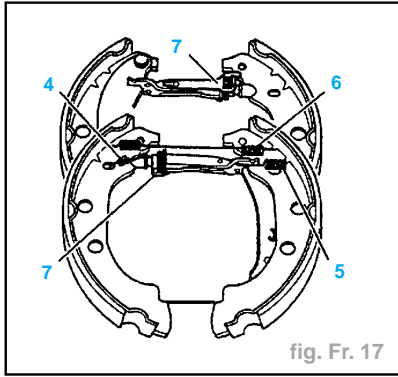

fig. Fr. 17
- le système de rattrapage automatique maintenu par ses deux ressorts (4) et (5) (fig. Fr. 17).
- le ressort supérieur (6).
**Attention :** Positionner correctement le levier (7) du système de rattrapage de jeu, en montant le ressort (4) pour le côté droit à l'extérieur (visible) et pour le côté gauche, à l'intérieur (côté flasque de frein) (fig. Fr. 17).